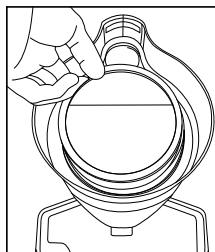

Fig. 3
2. Retire el filtro de flujo alto sujetando la parte superior del filtro y jalando directamente hacia arriba (Fig. 3).